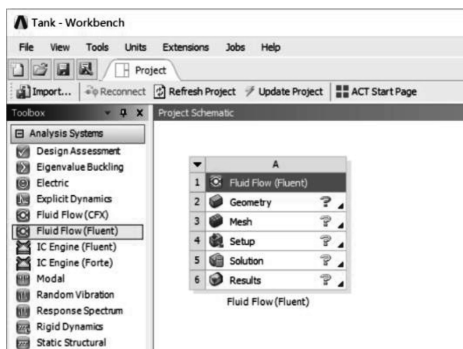

图 11-2 创建 Fluent 罐体充水过程分析
(1) 在工具箱【Toolbox】的【Analysis Systems】中双击或拖动流体动力学分析【Fluid Flow (Fluent)】到项目分析流程图，如图 11-2 所示。
(2) 在 Workbench 的工具栏中单击【Save】，保存项目实例名为 Tank. wbpj。工程实例文件保存在 D:\AWB\Chapter11 文件夹中。